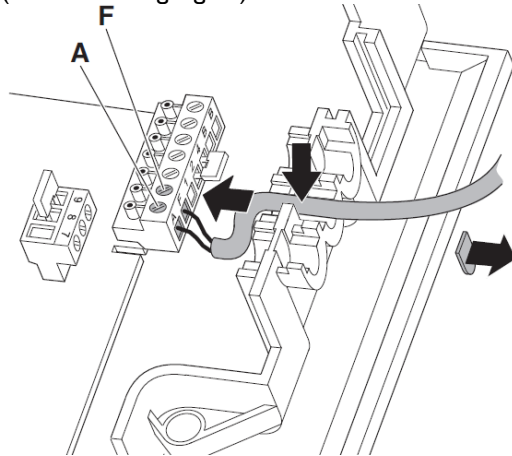

Fig 45 Anschluß Aussenfühler
- Kabel des Temperaturfühlers (laut Zeichnung Fig 45) anschließen